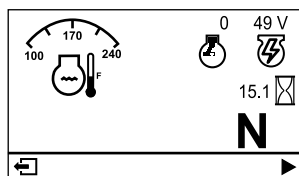

Figure 24
- **Écran d'information principal (Figure 24) :** affiche les données actuelles de la machine quand la clé est à la position CONTACT.